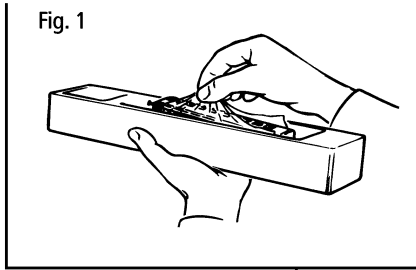
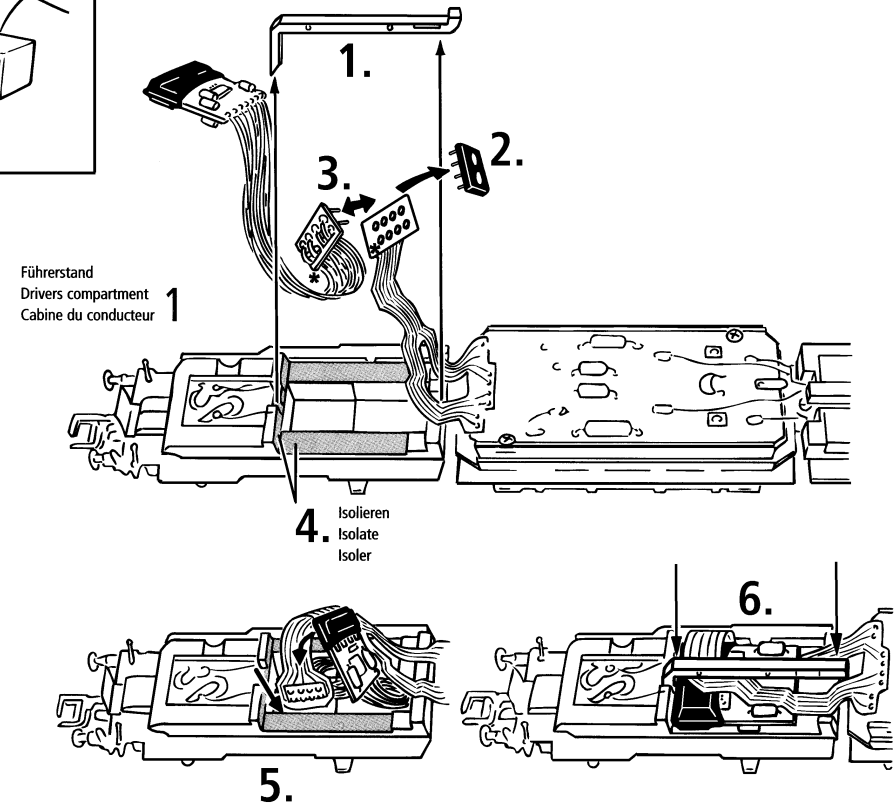
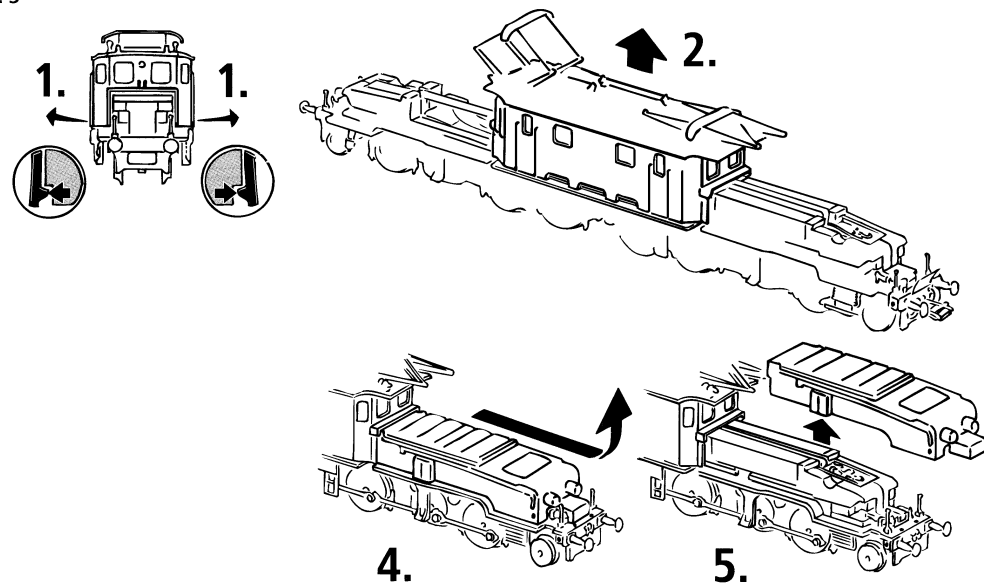

Fig. 5
Fig. 3
Fig. 6
Mehrzugbetrieb: Zuerst Lokgehäuse abnehmen (Fig. 3). Danach den Brückenstecker aus der Schnittstelle entfernen (diesen sorgsam aufbewahren). Danach den Stecker des Steuerbausteins lagerichtig einsetzen (siehe Fig. 5).
2. Schmierung: Versehen Sie die im Schmierplan in Fig. 7 gekennzeichneten Stellen mit nur **kleinen Öltröpfen**. Dazu zuerst das Lokgehäuse abnehmen (Fig. 3). Wir empfehlen den ROCO **Öler Art.-Nr. 10906**. Fürs Schmieren der Getriebeteile (Zahnräder, Schnecke) empfehlen wir das **ROCO-Spezialfett Art.-Nr. 10905**. Im Falle der Schmierung diese Teile **nicht ölen**.
3. Lämpchenwechsel: Bitte nehmen Sie zuerst die Vorbauten ab (Fig. 3). Danach können Sie die Lämpchen wechseln (Fig. 6).
4. Kohlebürstenwechsel: Lokgehäuse abnehmen (Fig. 3). Danach wird der Motor ausgebaut und die Kohlebürsten ausgewechselt (Fig. 10).
Remove the jumper from the interface. Finally put the plug of the chip into the interface as shown in fig. 5.
2. Lubrication: Apply **tiny oil drops** to spots marked in fig. 7. Prior to lubrication dismantle locomotive (fig. 3). We recommend using item no. **10906, ROCO oiler**. For lubrication the gearparts (e.g. cogwheels, worm) we would recommend our ROCO **special grease** (item no. **10905**).
3. Change of lights: First remove loco body (fig.3) and then change lights (fig.6).
4. Carbon Brush Changing: First remove loco body (fig. 3), and then the motor (fig. 10).
Enlevez la fiche de shuntage de l'interface (à conserver!) et enfichez finalement la fiche du module de télécommande aux prises de l'interface. Veillez à la position correcte de la fiche (voir fig. 5).
2. Graissage: N'appliquez **qu'une toute petite goutte** aux endroits indiqués par le plan de graissage (fig. 7) après avoir démonté la caisse de la locomotive (fig. 3). Nous vous recommandons **le graisseur à huile ROCO réf. 10906**. Pour graisser les engrenages (roues dentées, vis sans fin) nous vous conseillons la **graisse spéciale ROCO réf. 10905** pour engrenages en matières synthétiques. Lorsque vous utilisez cette graisse il faut éviter d'huiler ces composants.
3. Remplacement des ampoules: Veuillez démonter d'abord la caisse de votre locomotive (fig.3), puis vous pouvez **échanger les ampoules** (voir fig.6).
4. Remplacement des balais du moteur: Démontez la caisse (voir fig. 3). Démontez ensuite le moteur et échangez le balais (fig. 10).